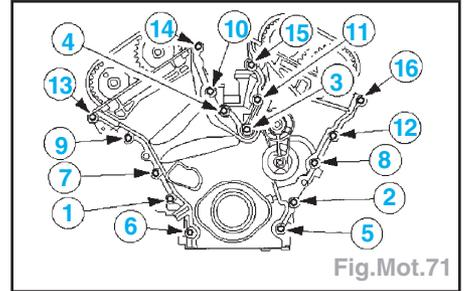

Fig.Mot.71
**Nota** : Serrer les vis et les goujons de fixation du couvercle avant du moteur dans l'ordre indiqué (Fig.Mot.71).